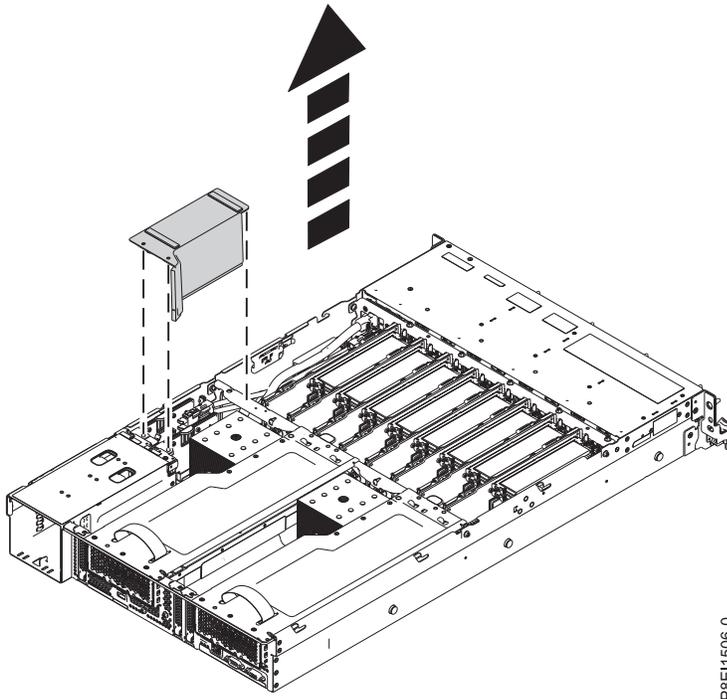

Figura 113. Extracción del deflector de aire de la tarjeta de expansión de alimentación
2. Extraiga el deflector de aire de la tarjeta de expansión de alimentación. Consulte la Figura 113.